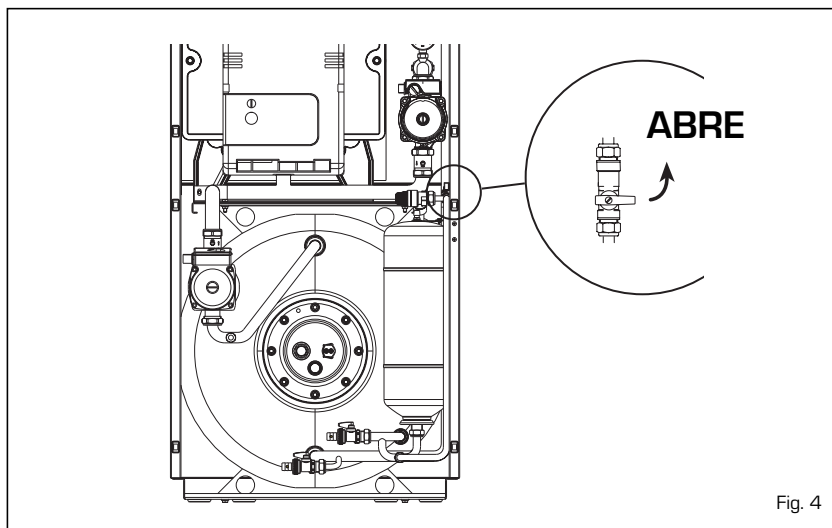

Fig. 4
2.2.1 Rellenado de la instalación [fig. 4]